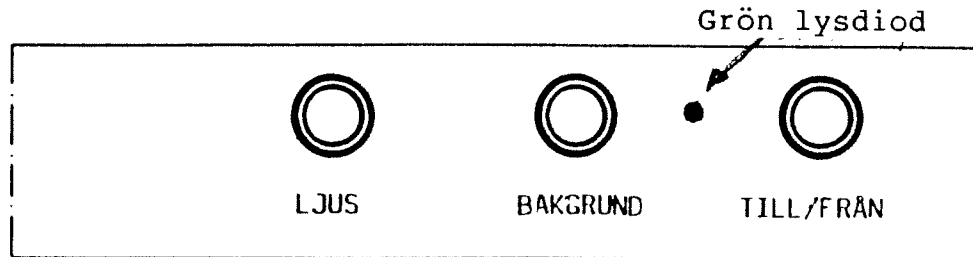

Bild 13. Textskärmens framsida
- 5.3.1 Den gröna lysdioden, som är placerad på fronten av textskärmen bredvid strömbrytaren, indikerar vid fast sken att enheten är påslagen. Vid fel kommer denna lysdiod att blinka. Se bild 13.